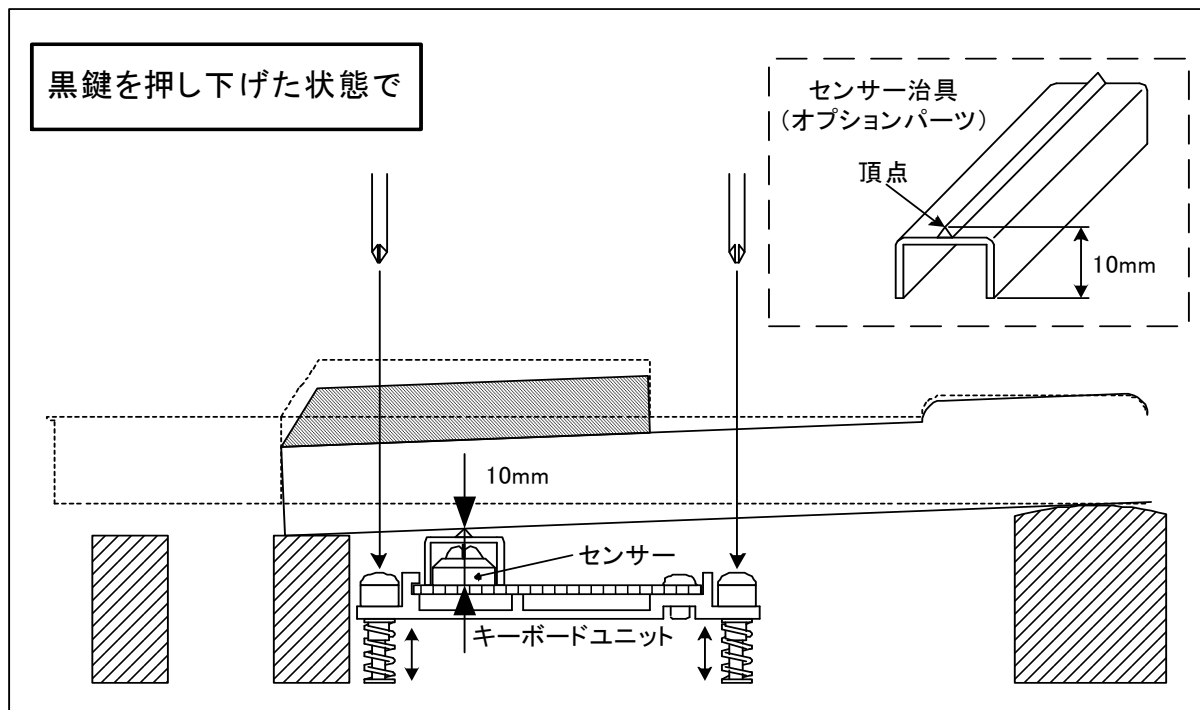

図3.4-5 キーボードユニット取り付け高さ調整
- (6) 低音、中音、次高音、高音の各域で、キーボードユニットを取り付けているネジの近くの黒鍵1ヶ所ずつ以上取り付け、図3.4-5のようにセンサーにセンサー治具を被せて、黒鍵を押し下げて、黒鍵盤裏面にセンサー治具の頂点があたり、キーボードユニットが沈まない高さで、水平を保ちながら取り付けネジを締める。